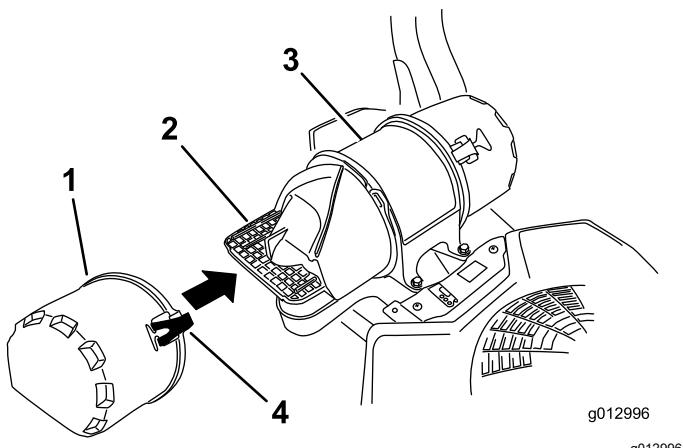

Figure 46
3. Ouvrez les dispositifs de verrouillage du filtre à air et séparez le couvercle d'entrée d'air du boîtier du filtre (Figure 46).
- Reposez le couvercle d'entrée d'air et fixez-le avec les verrous (Figure 46).